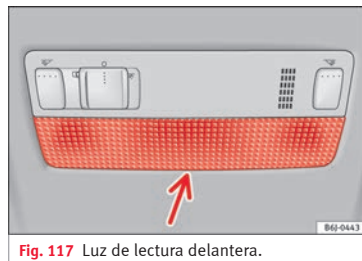

Fig. 117 Luz de lectura delantera.
- Introduzca un destornillador fino por su parte plana entre la carcasa y el cristal »» fig. 117.